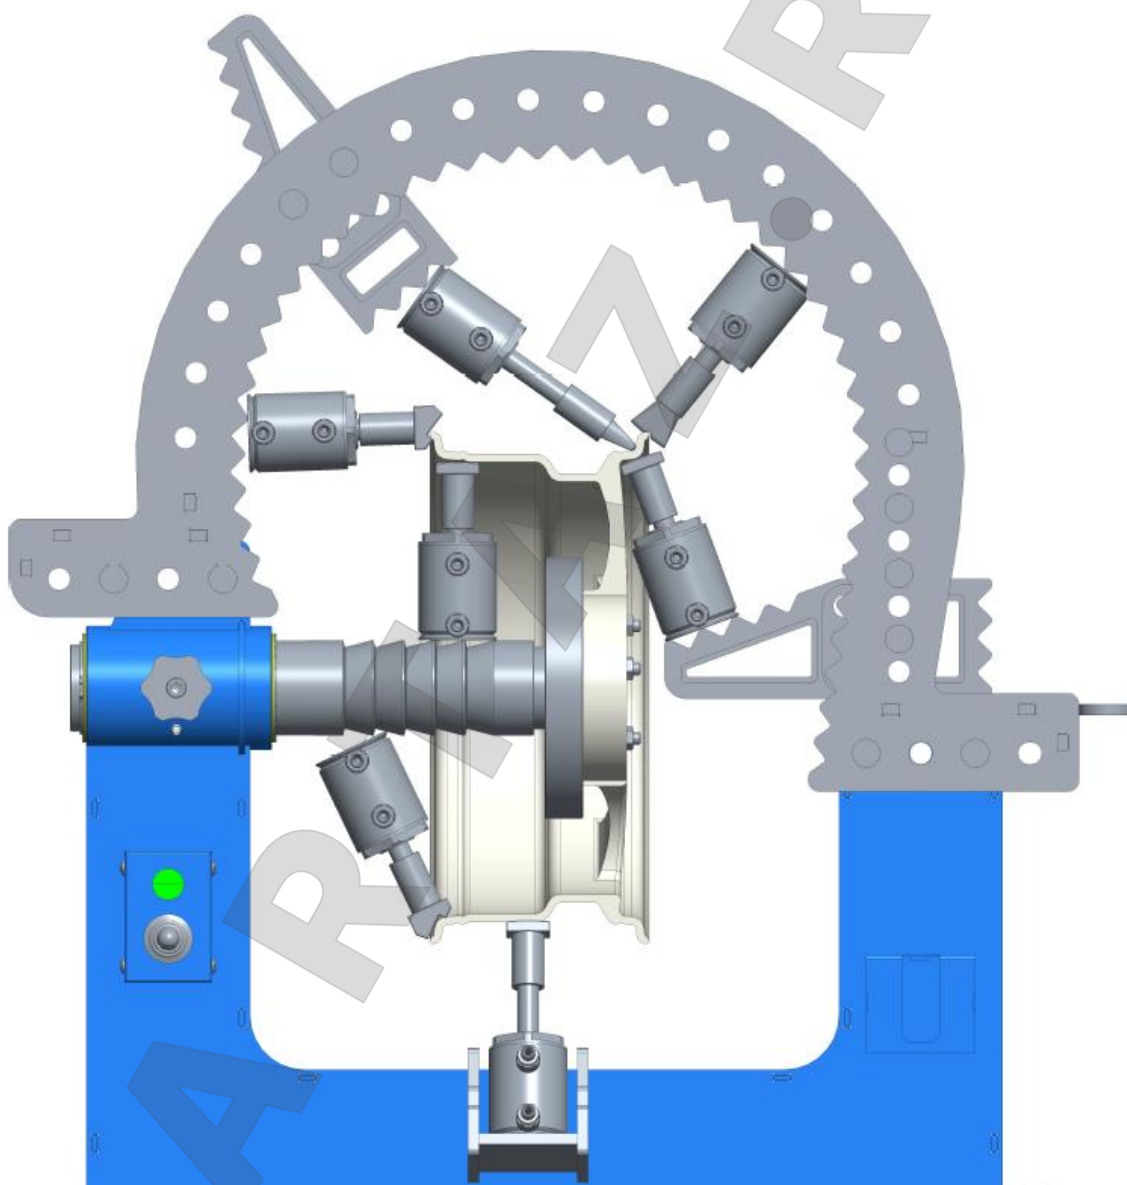

Рисунок 5. Примеры расположения гидроцилиндра с различными типами насадок при правке диска.
7.4. Подберите рихтовую насадку соответствующего профиля и вставьте её в шток гидроцилиндра Д60. В зависимости от расстояния от упора гидроцилиндра до места правки можно воспользоваться удлинителями и переходниками из комплекта принадлежностей. При необходимости прогрейте диск, предназначенный для правки, с помощью промышленного фена или другого источника тепла до температуры 150...250 °С. Температура прогрева зависит от типа сплава, из которого изготовлен диск. Включите электродвигатель гидравлического насоса. Вращая колесо, произведите рихтовку дефектного участка, продвигаясь от краёв исправляемой зоны к её центру, см. рисунок 5.